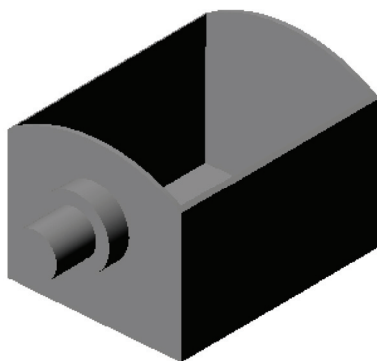

图 8-13 创建线性轴特征
STEP 06 单击“接受值”按钮, 在选择表面的下方边上单击鼠标左键, 弹出“与参考的距离”文本框, 输入“100”, 单击“接受值”按钮, 然后单击“轴: 草绘”对话框中的“确定”按钮, 即可创建线性轴特征, 效果如图 8-13 所示。